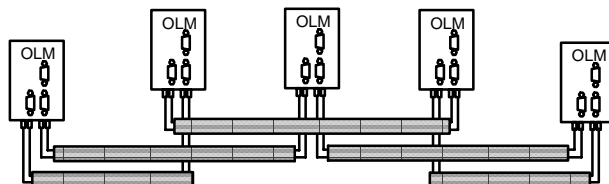

Figura 3-6 Tecnica alternativa di cablaggio per una struttura di rete con topologia ottica ad anello ridondante
- Se durante la realizzazione di un anello ottico ridondante risultano dei problemi a causa di sezioni FO troppo lunghe, questo problema può essere risolto collegando ogni modulo con il secondo modulo successivo. All'inizio e alla fine di una configurazione di questo tipo i moduli adiacenti devono essere collegati tra di loro (vedere figura 3-6).